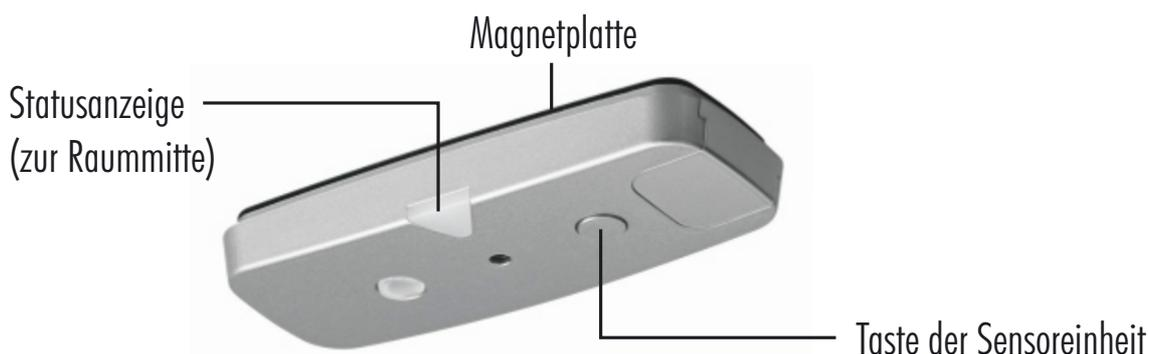

Abb. 1
Um das Kochfeld wieder in Betrieb zu nehmen, bringen Sie die Sensoreinheit wieder an ihrer ursprünglichen Stelle an. Die Sensoreinheit ist so auf der Magnetplatte anzubringen, dass die seitlich angebrachte Statusanzeige zur Raummitte gerichtet ist (siehe Abb. 1). Stellen Sie sicher, dass die Sensoreinheit fest auf der Magnetplatte sitzt.
- Die Sensoreinheit wurde von der Magnetplatte entfernt oder nicht korrekt montiert. (Die Statusanzeige an der Seite der Sensoreinheit muss zur Raummitte ausgerichtet sein, siehe Abb. 1). Vergewissern Sie sich, dass die Sensoreinheit fest auf ihrer Magnetplatte aufliegt.
- Der Alarm der Fehlerdiagnose kann auf ein Problem bei der Funkverbindung oder bei der Steuereinheit hinweisen. Vergewissern Sie sich, dass die Sensoreinheit fest auf der Magnetplatte aufliegt und die Statusanzeige an der Seite der Sensoreinheit zur Raummitte ausgerichtet ist (siehe Abb. 1). Reinigen Sie die Sensoreinheit bei Bedarf.